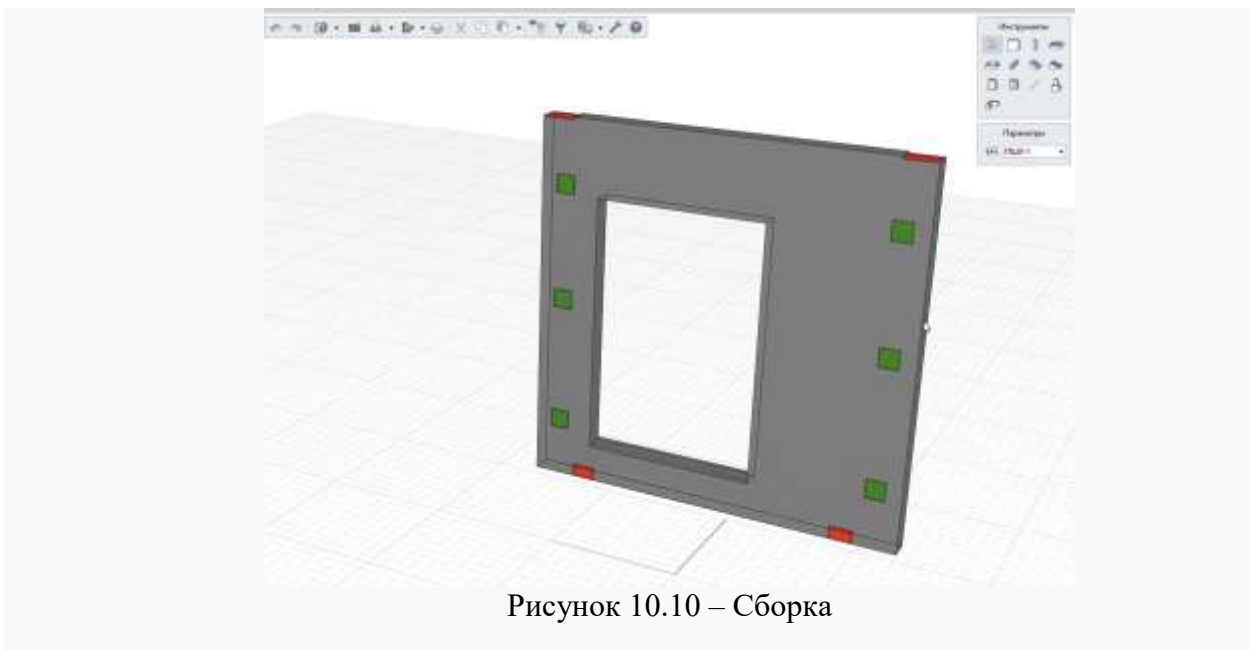

Рисунок 10.10 – Сборка
10. Прикрепить закладные детали к опалубке является использование инструмента *Сборка*. Создать новую сборку из готовой панели не составит труда. Нужно лишь аккуратно скопировать панель со всеми деталями с помощью сочетания клавиш (Ctrl+C), вставить в окно новой сборки (Ctrl+V), и не забыть прописать соответствующую марку в параметрах сборки (рис. 10.10).